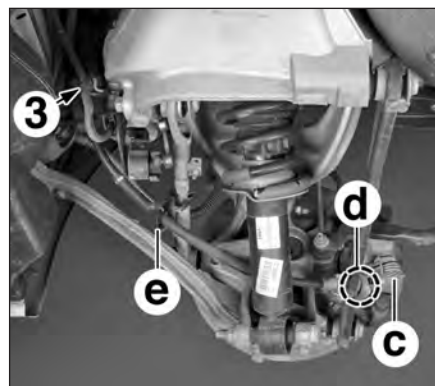

FIG.31
- Dégager le câble de frein de stationnement de l'étrier de frein en (c) (Fig.31).
- Déposer la vis (3).
- Dégager le câble de frein de stationnement (2) de son guide (e).